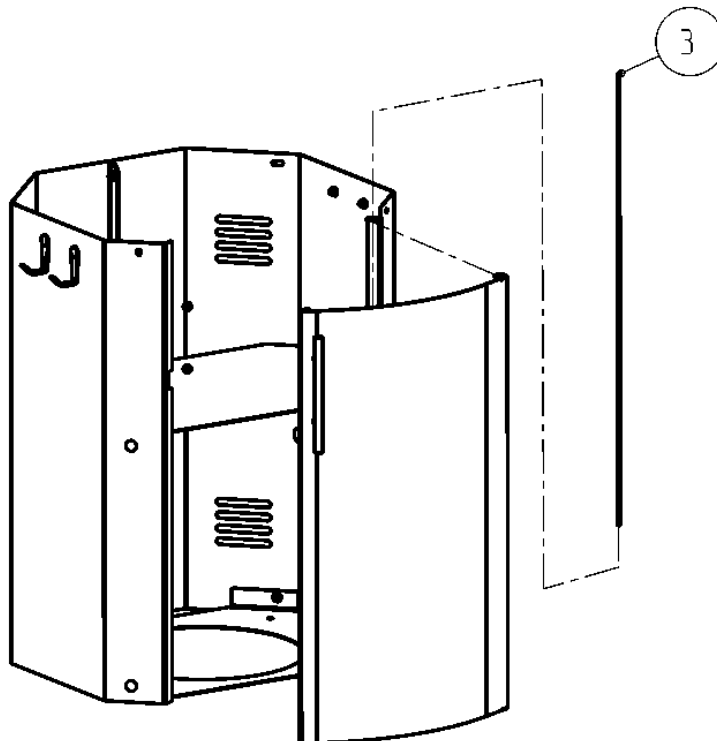

Рисунок 3
4. Поставьте основание вертикально (рисунок 3) и прикрутите крючки (4 шт.).